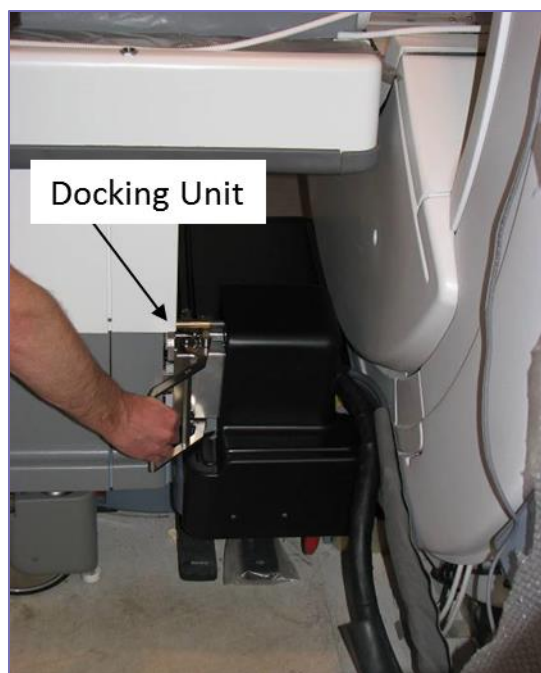

Figura 3-1: Exablate 2100V1: collegamento del lettino alla RMI
3. Collegare il lettino del paziente allo scanner RMI (vedi Figura 3-1):